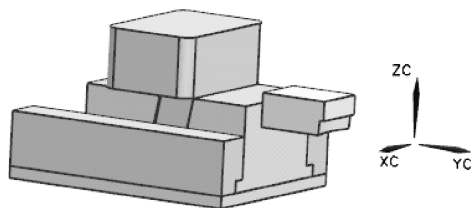

图 8-57 滑块头与滑块体的位置关系
(1) 为便于观察，将型腔体隐藏，滑块头与滑块体的位置关系如图 8-57 所示，可见需要调整滑块体的位置。